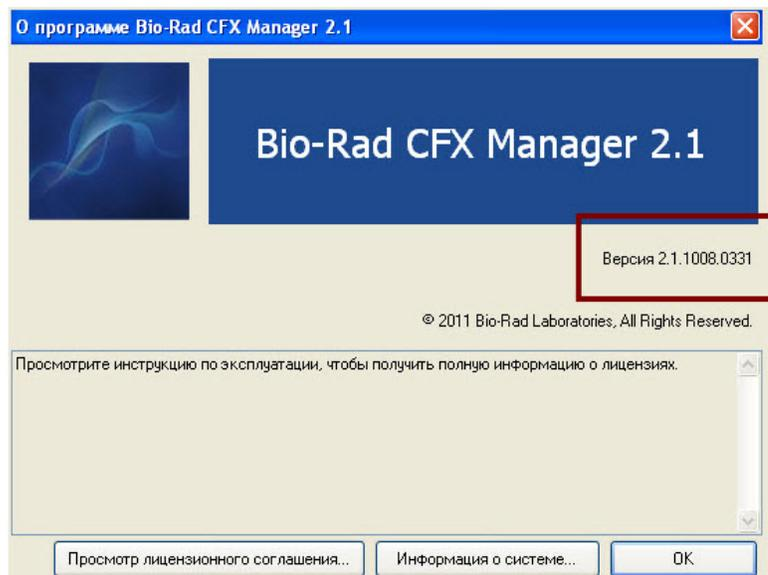

Рис. 4. Версия установленного программного обеспечения, отображающаяся в окне **О программе Bio-Rad CFX Manager**.
2. Окно **О программе Bio-Rad CFX Manager** показывает версию установленного программного обеспечения (Рисунок 4).